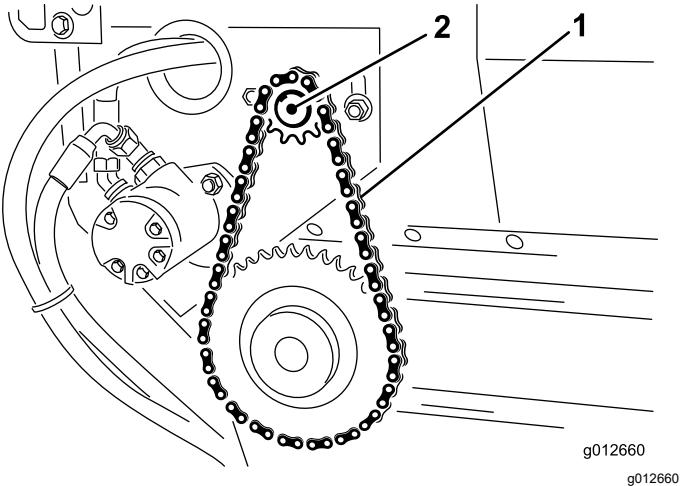

Figura 24
3. Allentate i bulloni e i dadi che fissano il gruppo ruota dentata e motore al telaio principale (Figura 24).
4. Ruotate il gruppo motore e ruota dentata (Figura 24) nelle scanalature di montaggio finché la catena del nastro trasportatore non si flette di 3,2 mm.
5. Serrate i bulloni di fissaggio (Figura 24).